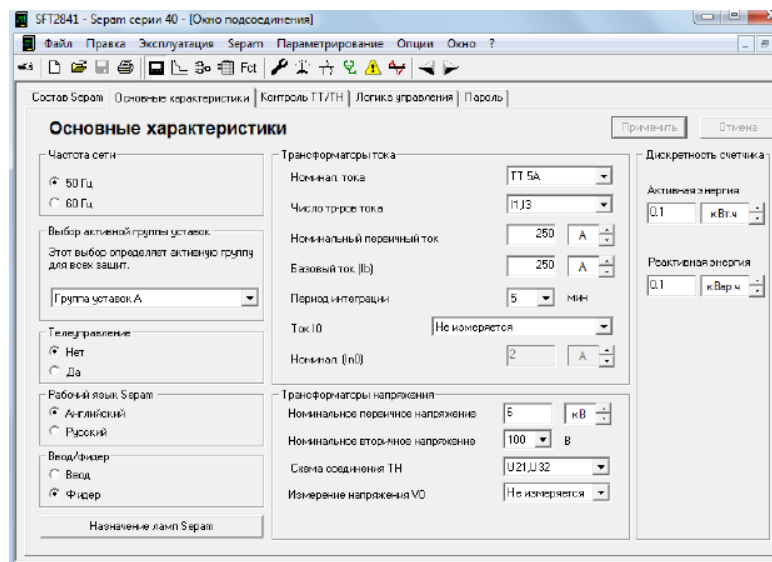

Рисунок 2.6 – Окно «Основные характеристики»
8. Выбрать вкладку «Основные характеристики» (рис. 2.6). Установить в поле «Частота сети» частоту – 50 Гц. В поле «Выбор активной группы» выбрать – «Группа уставок А». «Телеуправление» установить – нет. В поле «Рабочий язык Seram» выбрать – «Русский». В поле «Ввод/фидер» выбрать – «фидер».